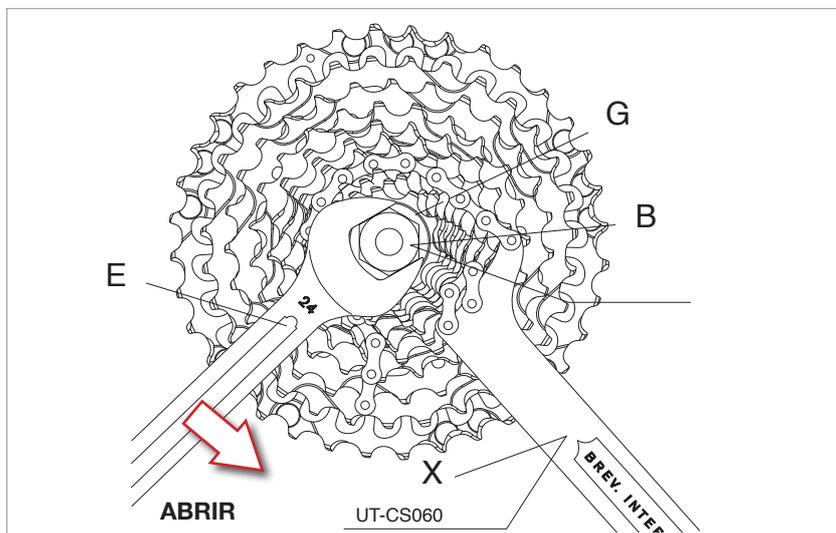

Fig.5
- Desmonte la tuerca anular (G - Fig. 5) utilizando la herramienta Campagnolo® UT-BB080 (B - Fig. 5) con una llave hexagonal de 24 mm (E - Fig. 5) y la llave con cadena Campagnolo® UT-CS060 (X - Fig. 5) o una herramienta equivalente.